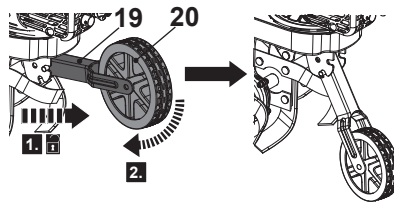

Fig. 17, posición de transporte
Tire del soporte de la rueda (19) hacia adelante y desplácelo hacia arriba o hacia abajo hasta alcanzar la posición deseada (fig. 17, 18).
Cuando vaya a transportar o a guardar el producto, la rueda (20) debe estar en la posición inferior (fig. 17).